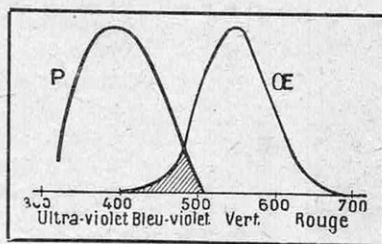

FIG. 1. — L'ŒIL N'EST PAS SENSIBLE AUX MÊMES RADIATIONS LUMINEUSES QUE LES PLAQUES PHOTOGRAPHIQUES ORDINAIRES
est constituée par des bandes parallèles, placées côte à côte, présentant toutes les couleurs de l'arc-en-ciel, du rouge au violet. Comme la position de chaque bande correspond à une longueur d'onde donnée, déterminée par le calcul, l'examen des bandes extrêmes, rouge et violette, nous permettra de conclure que les radiations susceptibles d'impressionner l'œil ont une longueur d'onde comprise entre 400 m μ (1) et 750 m μ . Si, maintenant, au lieu d'observer à l'œil nu, on remplace l'écran par une plaque photographique ordinaire, le développement ultérieur de cette plaque nous montrera qu'elle a été impressionnée sur une zone embrassant une partie seulement du spectre visible et s'étendant, au contraire, à l'extérieur de ce spectre, sur une partie obscure située au delà du violet. (Voir fig. 1.)